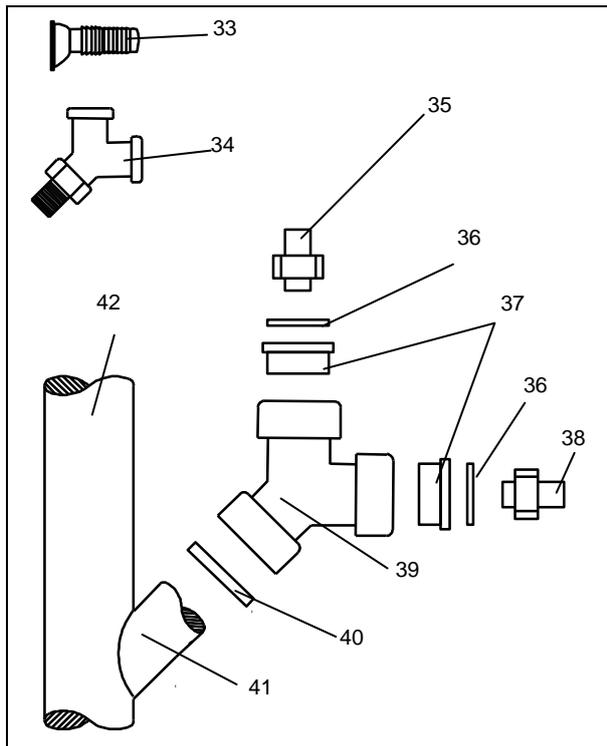

Abb. 3: Abwasseranschluss
- Installieren Sie den Abwasseranschluss mittels der beigelegten Teile gemäß Abb. 3; vorzugsweise direkt vor dem Sifon des Spülbeckens.
- Achten Sie bei der Installation des Abfluss-Y-Stückes (Doppelschlauchtülle, Abb. 3, Pos. 39) auf den richtigen Sitz der Rückstauklappen in den Nuten.